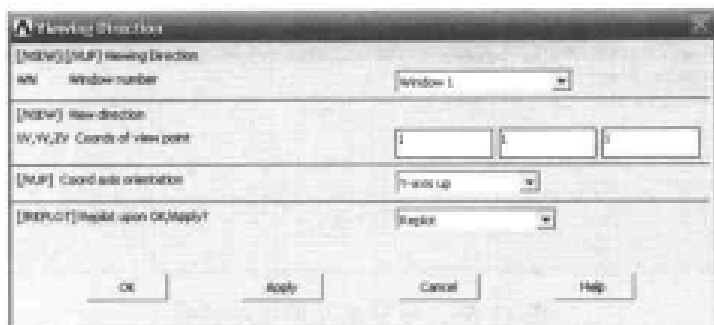

图 11-58 视图观测方向设置对话框
(10) 选择 Utility Menu | PlotCtrls | View Settings | Viewing Direction 命令, 出现 Viewing Direction 对话框, 在 XV,YV,ZV Coords of view point 文本框中依次输入 1、1 1, 其余选项采用默认设置, 如图 11-58 所示, 单击 OK 按钮关闭该对话框。